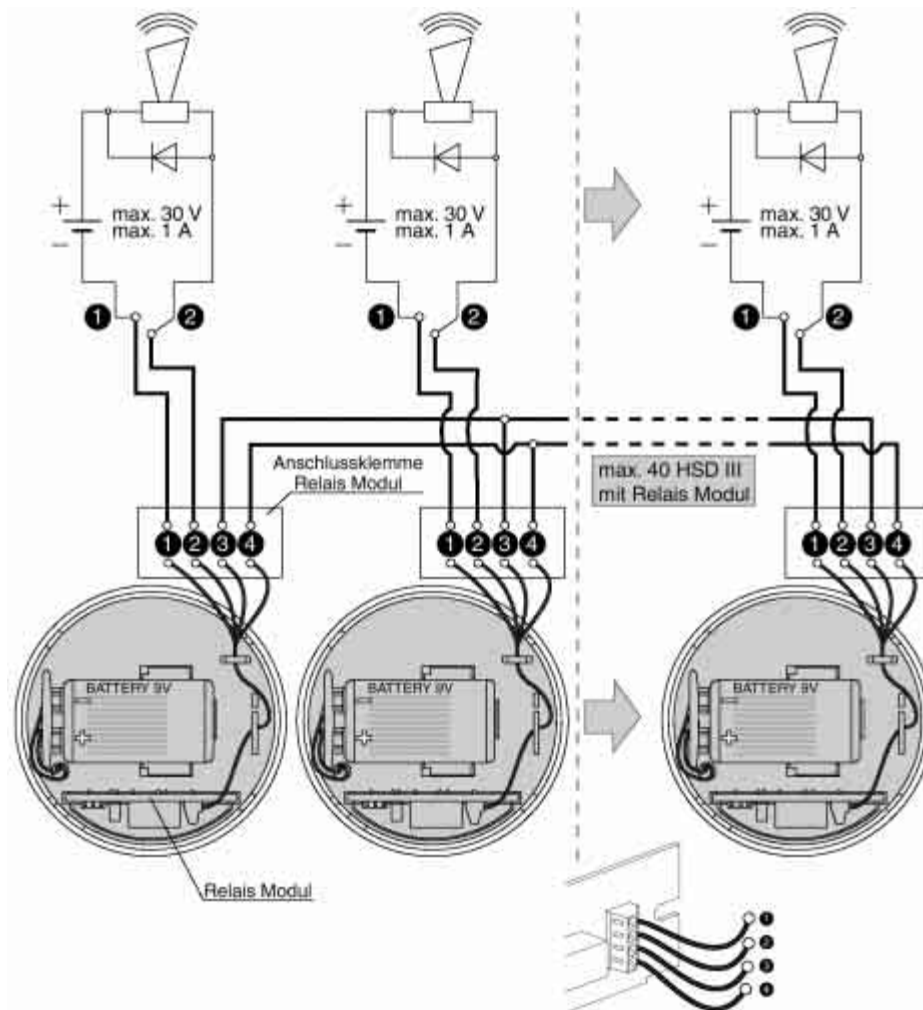
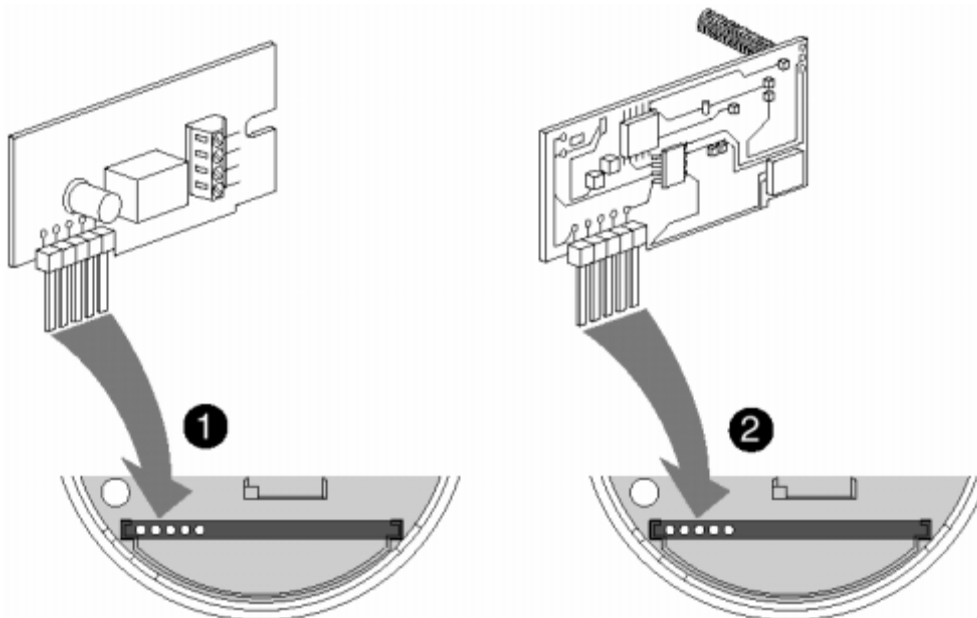

Fig.5
Fig.6 Module relais
Pour la mise en réseau des détecteurs de fumée il faut un module relais, qui est disponible sous forme d'accessoire. Il est possible de relier jusqu'à 40 détecteurs de fumée à relais à l'aide d'un câble à deux fils torsadés (par ex. câble de téléphone) sur le modèle de la fig.5.
- Passer le câble à deux fils à travers l'ouverture (fig.5) et connecter selon schéma au module relais. Ensuite placer le module dans le support prévu à cet effet (fig.6, 1).
- Connecter la batterie 9 V à la prise (4) et la placer dans le support prévu à cet effet (1).
Enlever le détecteur de fumée de son socle en le tournant vers la gauche. Tenir le module par les cotés et l'introduire dans le support prévu à cet effet (fig.6).